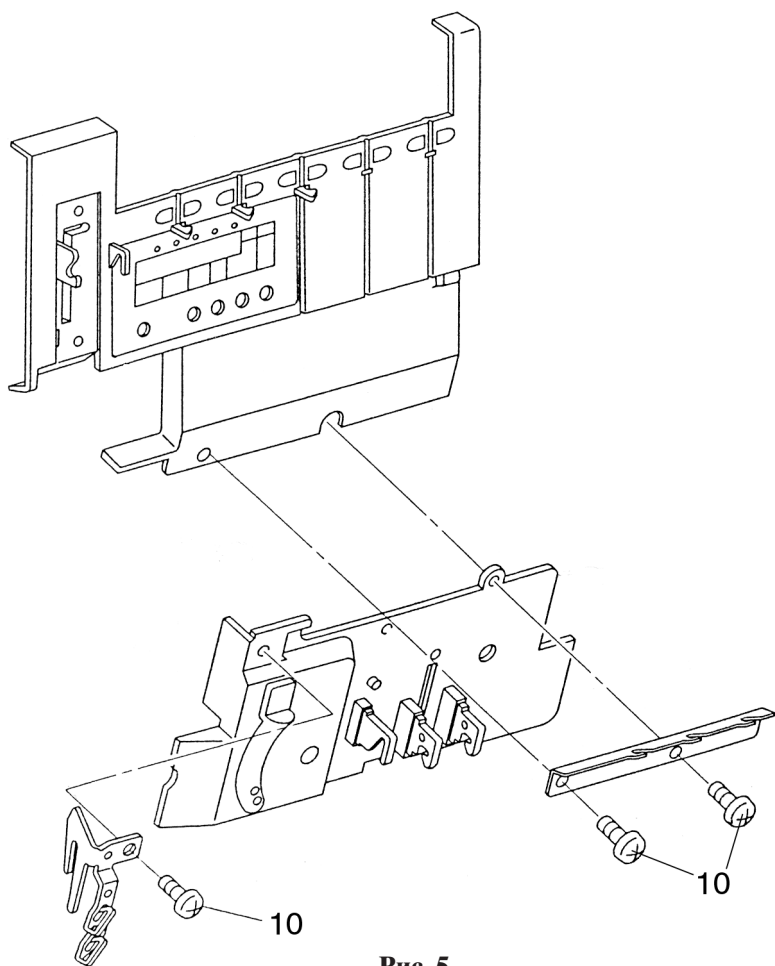

Рис. 5
- Выверните три винта 10 крепления передней панели корпуса (рис. 5).